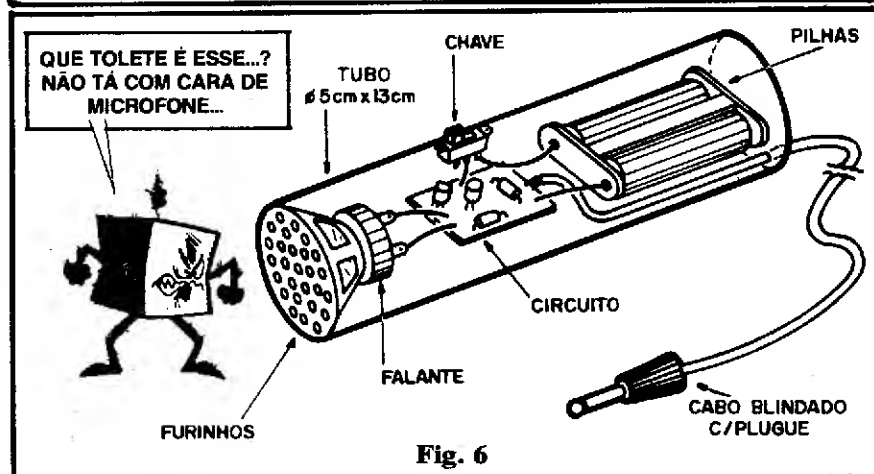

Fig. 6
- **FIG. 6** - O "encaixamento" do conjunto. Para que além de funcional, em termos eletrôni-